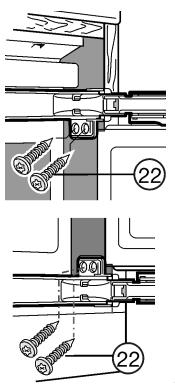

Fig. 16
- Mit langen Spanplattenschrauben Fig. 16 (22) oben und unten durch die Scharnierlaschen schrauben.